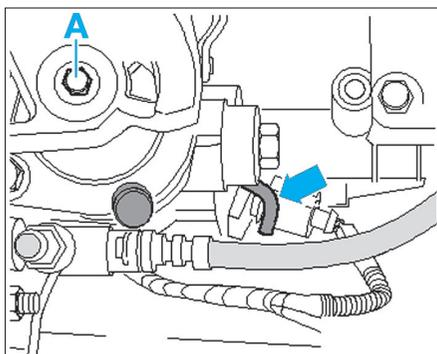

Fig. 35
Pour les véhicules fabriqués depuis le 13/01/2003, l'arbre de commande des vitesses (A) est immobilisé par une pièce coudée d'arrêt (flèche) (Fig.35).